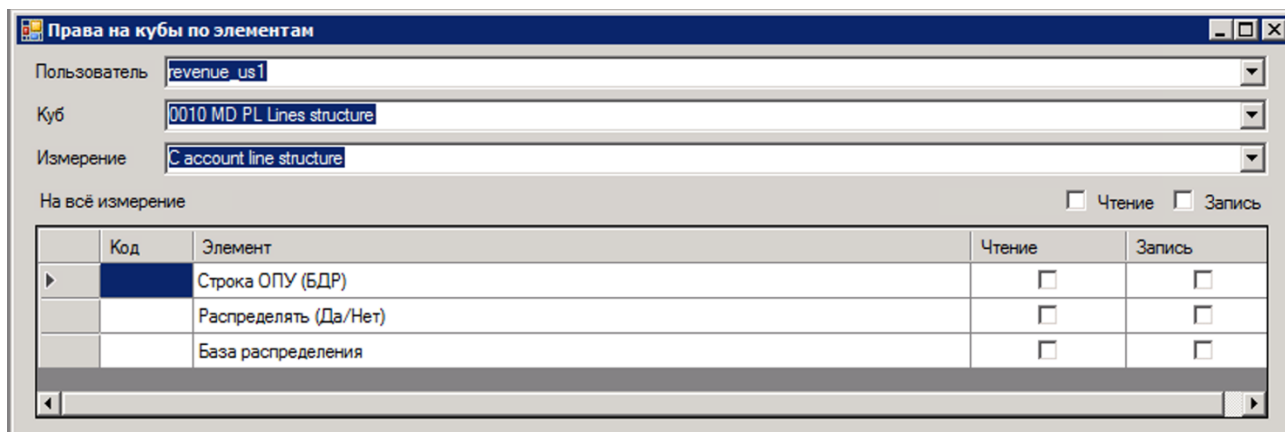

Рисунок 14. Окно настройки прав пользователей на кубы по элементам измерений.
- Элементы – открывает диалоговое окно для настройки прав доступа отдельных пользователей или групп пользователей к отдельным элементам измерений кубов модели (Рисунок 14).